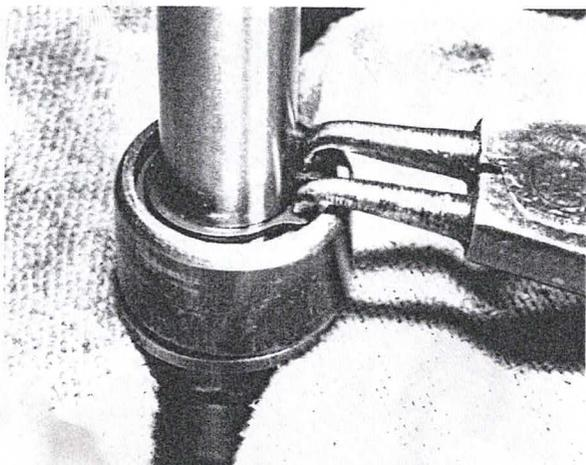

Bild 152
- Die neuen Dichtringe mit den Dichtlippen gegen die Unterseite des Gleitrohres einbauen. Die Dichtringe können mit einem gut passenden Steckschlüsseleinsatz eingetrieben werden. Vor dem Einführen des Standrohres müssen die Dichtlippen geschmiert werden (Bild 152).